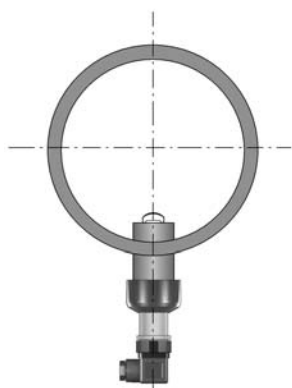

Fig. 1
- Fig. 1: Posición para líquidos limpios (libre de sedimentos)